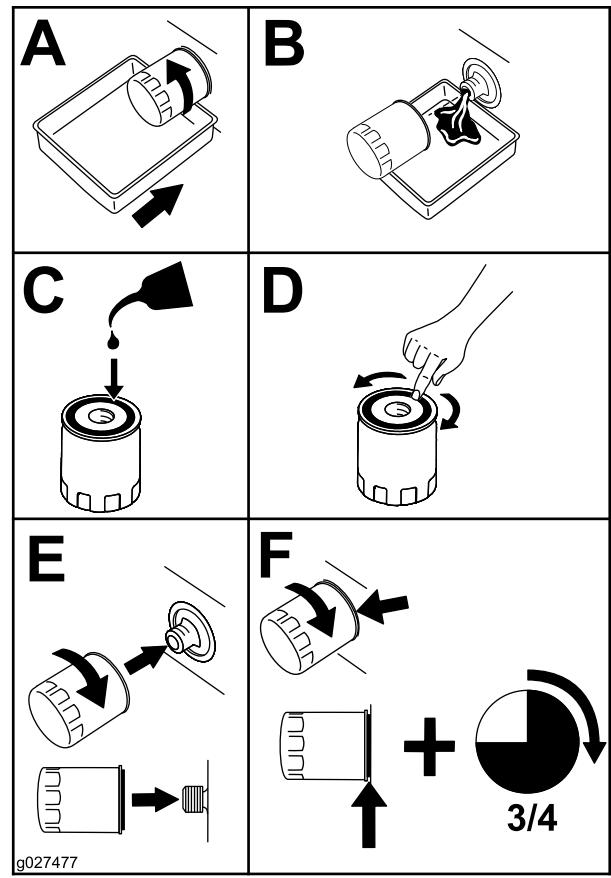

Figure 51
5. Remplacez le filtre à huile moteur (Figure 51).